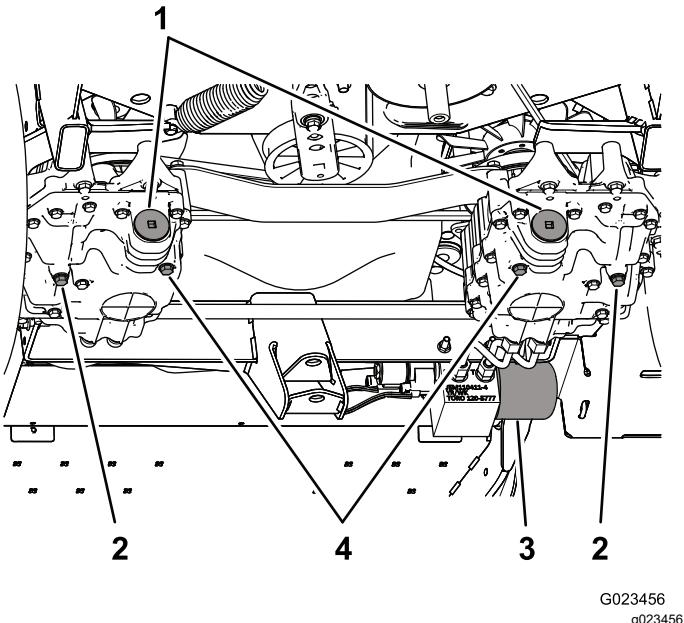

Bild 69
- Entfernen Sie die Ablassschraube auf der Pumpenseite und die Ablassschraube auf der Getriebeseite (Bild 69), und lassen Sie das Hydrauliköl vollständig ablaufen.